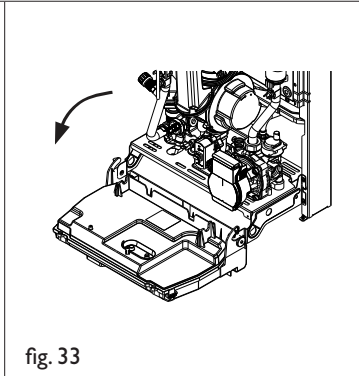

fig. 33
- Ruotare il cruscotto il basso (fig. 33)